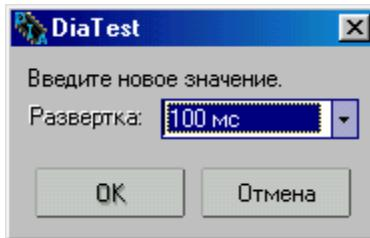

Рис. 53
- окна «Имя функции», «Развертка», «Амплитуда сигнала», «Такт», в которые переписывается информация, введенная при задании V-функции. Информация в окнах может корректироваться. Имя функции изменяется прямо в окне. Для корректировки остальных параметров необходимо установить курсор в область числового значения параметра и нажать левую кнопку «мыши». После чего появится окно для ввода (рис. 53);